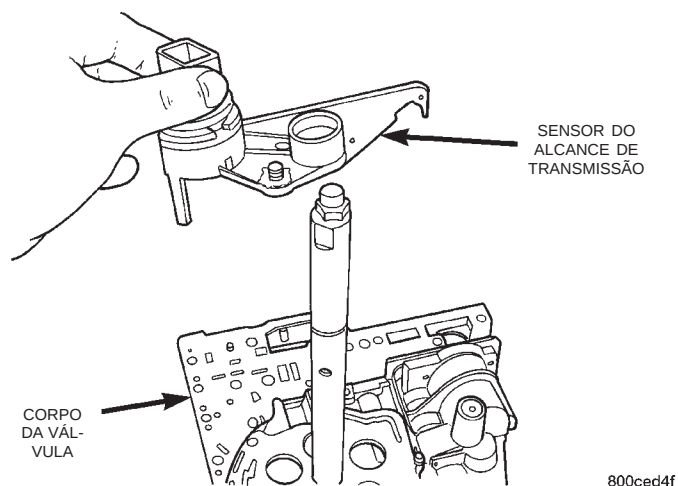

Fig. 21 Remoção do Sensor do Alcance de Transmissão
- (14) Deslize o sensor do alcance de transmissão para cima do eixo manual e remova (Fig. 21).